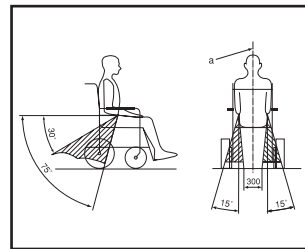

Abbildung 3
### Beinstützen abnehmen (siehe Abb. 3)
- Der Hüftgurt sollte unterhalb der Taille des Benutzers entlanglaufen (siehe Abbildung 3), wobei der Winkel zwischen Gurt und Bodenfläche 30° bis 75° betragen sollte (ein größerer Winkel ist wünschenswert).